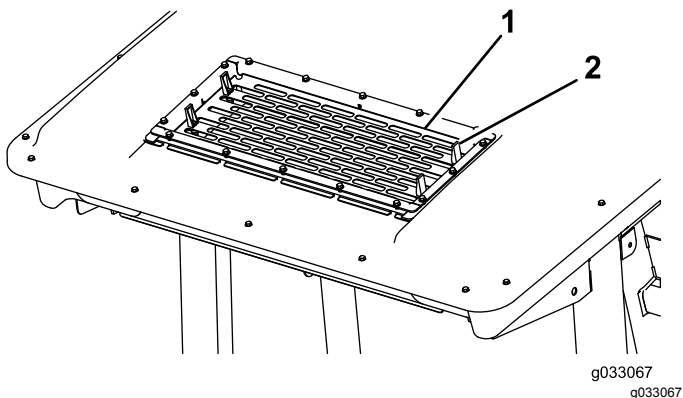

図 56
2. エアコン用スクリーンのタブ4個 (図 56)を外してスクリーンを取り外す。